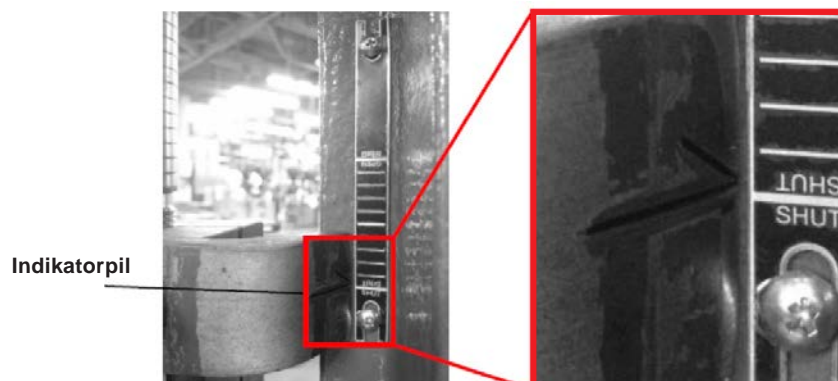

Bild 2 – Indikatorpil
- Justera indikatorplattan till rätt läge, som visas i bild 2.